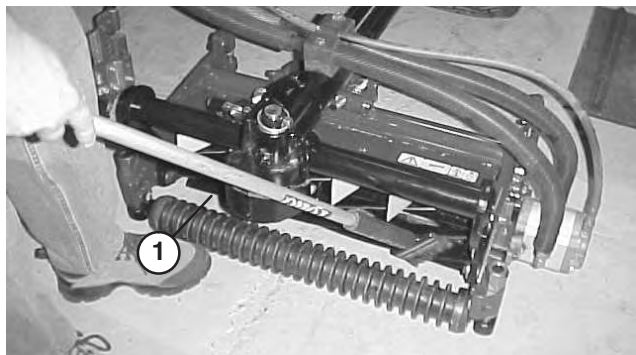

Bild 73
8. Tragen Sie mit einer Bürste mit langem Stiel Schleifpaste (Toro Bestellnummer 29-9100) auf die Spindel auf. Verwenden Sie nie Bürsten mit kurzem Stiel (Bild 73).